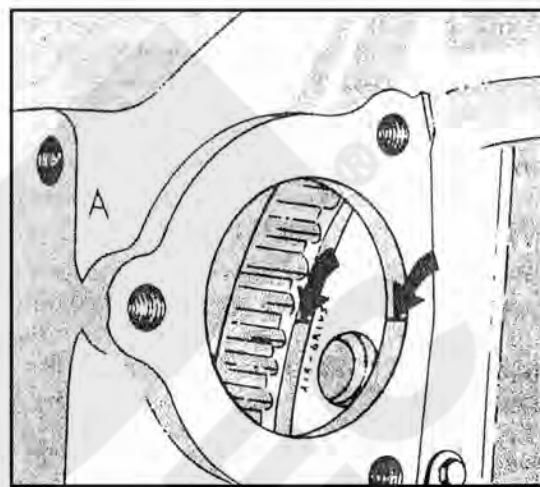

图 2-24 “A”处的“VS”标记
3. 从右侧缸体撬转曲轴时，在飞轮壳“A”，孔上看到飞轮上的正时标记“VS”必须和飞轮壳上的刻线对准。（图 2-24）。